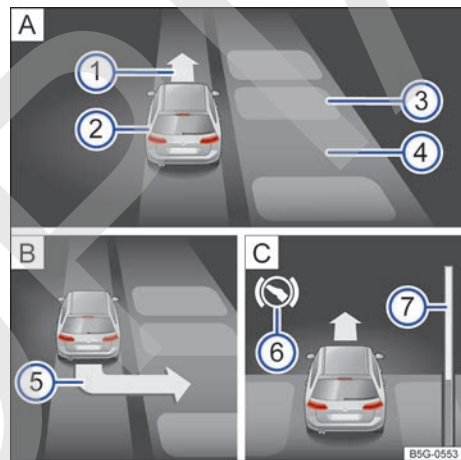

Fig. 163 En la pantalla del cuadro de instrumentos: aparcar en batería.
- Aparque cuando aparezca la indicación de aparcar → fig. 163  → pág. 222 en la pantalla del cuadro de instrumentos.
Legenda de la fig. 163:
- Frene cuando suene una señal acústica indicando cambiar de dirección, se ilumine la flecha → fig. 163 ① A, se encienda la indicación ④ o se muestre un mensaje.